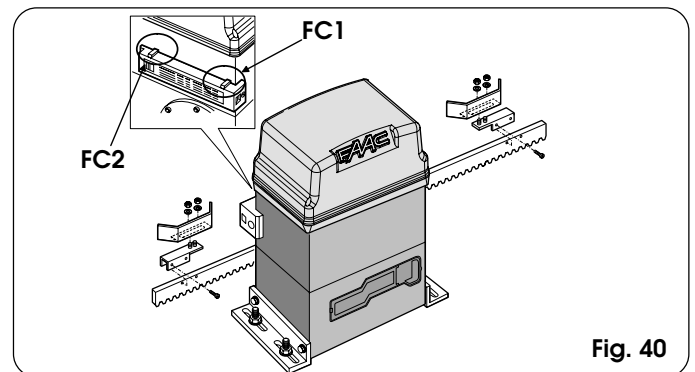

Fig. 40
- Assembler le fin de course en centrant la plaquette par rapport aux axes filetés du support (Fig. 40).